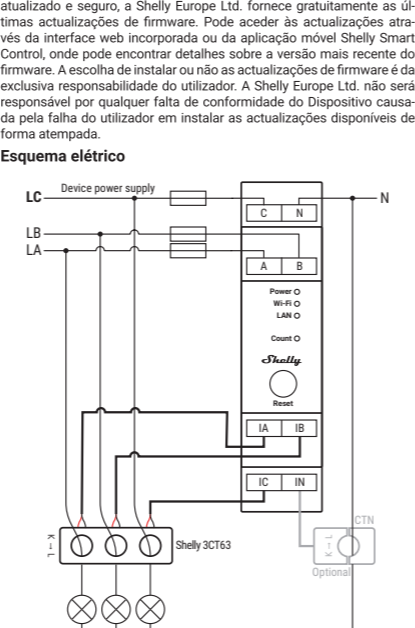

Fig. 1: Esquema de ligação da instalação trifásica
1. Ligue os cabos de fase LA, LB e LC aos terminais de entrada de fase correspondentes A, B e C do dispositivo, como indicado na Fig. 1.